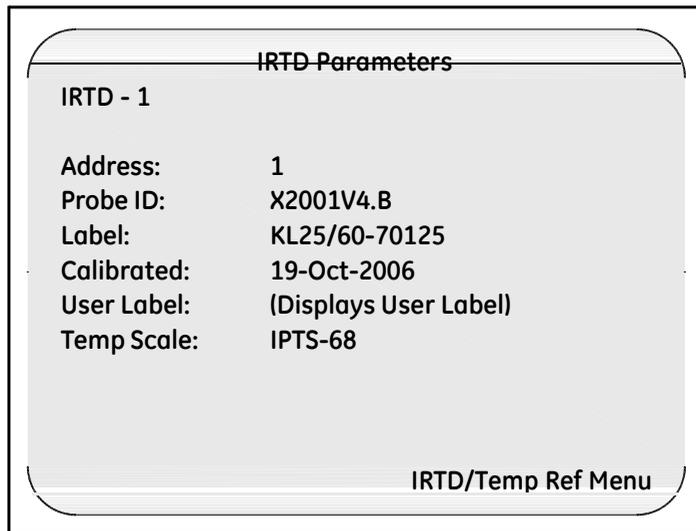

图 22: IRTD 参数界面
- 按 IRTD 1 或 2 可以显示 您的 IRTD 的更多信息. 显示 IRTD 参数界面 (图 22 所示).